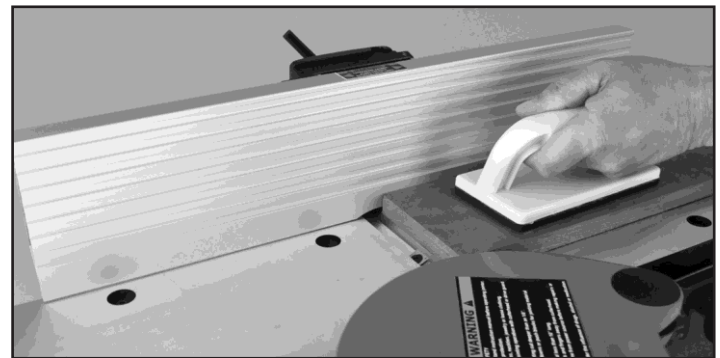

FIG. 16
6. Allumez la machine et placez la pièce sur la table d'alimentation. Faites avancer la pièce vers la tête de coupe, FIG. 16, en exerçant une pression vers le bas jusqu'à ce que la pièce à travailler libère la tête de coupe du côté de la table de sortie. Gardez toujours vos mains loin de la tête de coupe pour éviter tout accident.